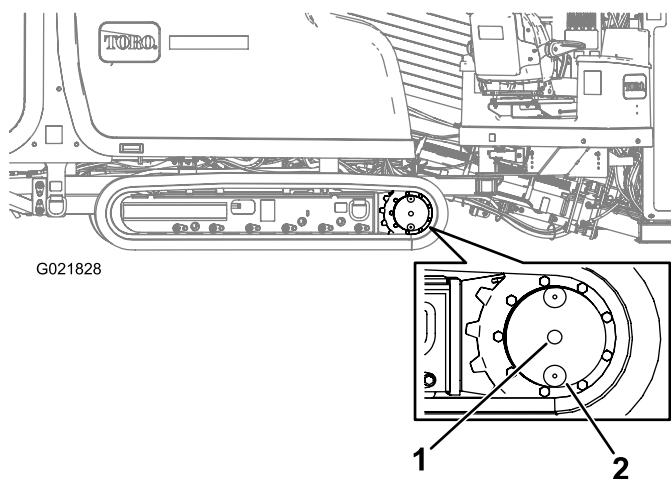

Figure 131
2. Nettoyez la surface autour du bouchon de contrôle du niveau d'huile avec un solvant de nettoyage (Figure 131).
3. Faites tourner le train planétaire jusqu'à ce que les bouchons de contrôle de niveau et de vidange d'huile soient à la verticale par rapport au sol (à la position 6 heures), comme montré à la Figure 131.
4. Enlevez le bouchon de contrôle du niveau d'huile (Figure 131).
2. Nettoyez la surface autour du bouchon de contrôle de niveau d'huile (Figure 131).
3. Faites tourner le train planétaire jusqu'à ce que le bouchon de vidange d'huile se trouve juste sous le bouchon de contrôle de niveau d'huile (Figure 131).